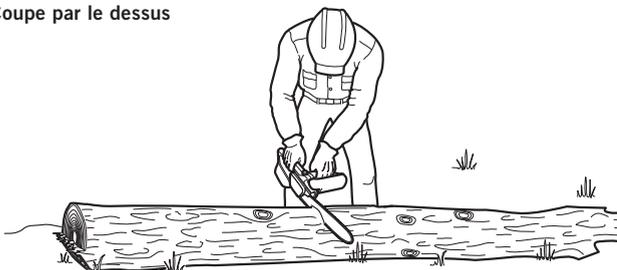

Fig. 18
Lorsque les bûches sont supportées sur toute leur longueur, on doit porter une attention particulière pour s'assurer que la scie à chaîne n'entre pas en contact avec le sol ou toute autre structure de soutien (Fig. 18).
1. Commencez sur le dessus de la bille, le bas de la scie appuyé contre le bois (Fig. 18).